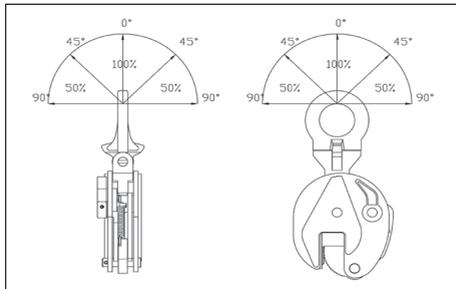

Abb. 9
-  **ACHTUNG:** Bei Schrägzügen muss die Arbeitslast entsprechend dem Diagramm in Abb. 9 reduziert werden.